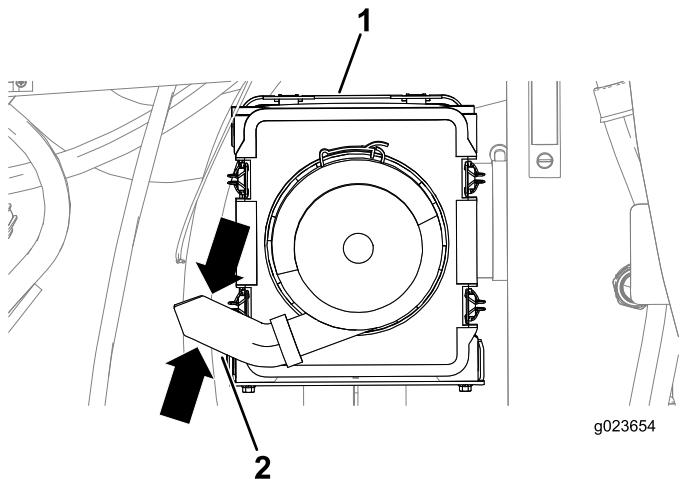

**Bild 87**
3. Drücken Sie die Seiten des Staubventils auf der Luftfilterabdeckung zusammen, um Wasser-, Staub- oder Schmutzansammlungen aus dem Ventil zu entfernen (**Bild 87**).